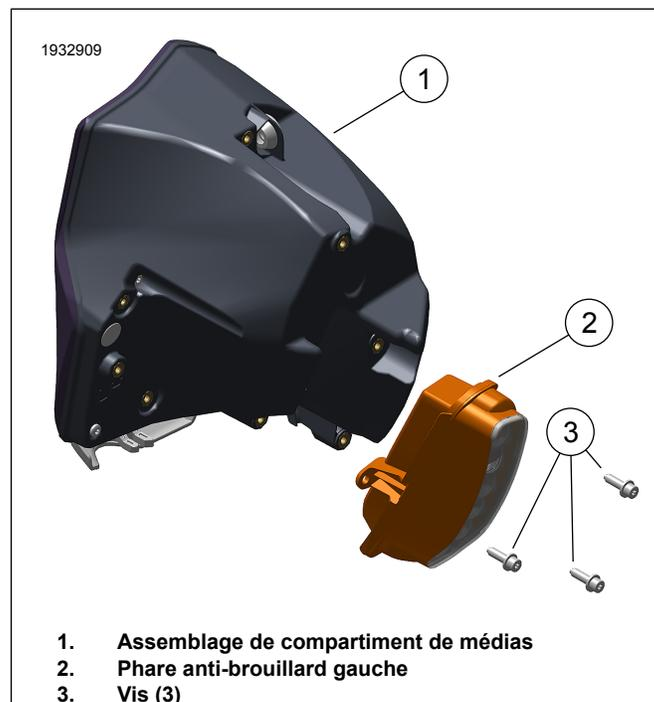

Figure 5. Phare anti-brouillard gauche
2. Voir la Figure 5. Installez le phare anti-brouillard gauche (2) dans le compartiment de médias (1).
- a. Installez les vis (3). Serrer.